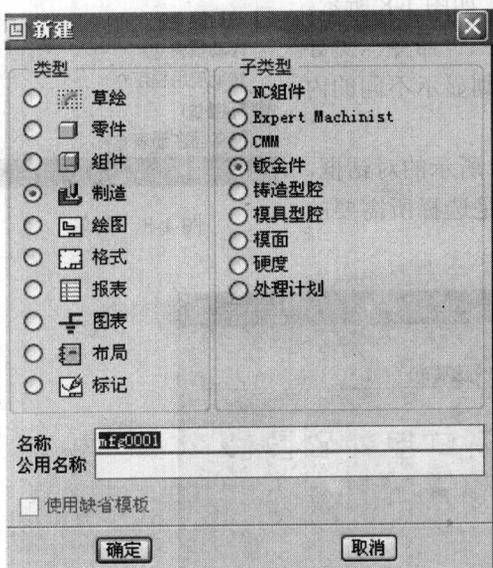

图 1-5 钣金件制造模块新建对话框
(1) 单击新建图标 ，系统弹出“新建”对话框，如图 1-5 所示。在“类型”栏中选中“制造”，子类型中选择“钣金件”单选按钮，然后在“名称”文本框中输入零件名称。
(2) 单击对话框底部的“确定”按钮，进入钣金件制造设计模式。